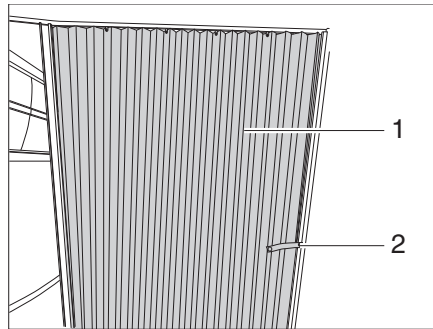

Bild 168 Faltvorhang
- Das Sicherungsband (Bild 168,2) lösen.
- Faltvorhang (Bild 168,1) in Schließstellung ziehen.
- Faltvorhang (Bild 168,1) in die Öffnungsposition führen.
- Faltvorhang mit dem Sicherungsband (Bild 168,2) befestigen.